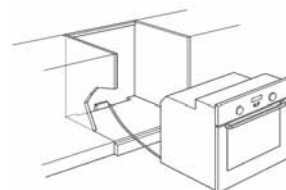

Fig. 8
- Soulevez le four en le saisissant par les poignées (B) proFIT prévues à cet effet sur les côtés du four et introduisez-le dans l'encastrement du meuble en veillant à ne pas coincer le cordon d'alimentation (Fig. 8).